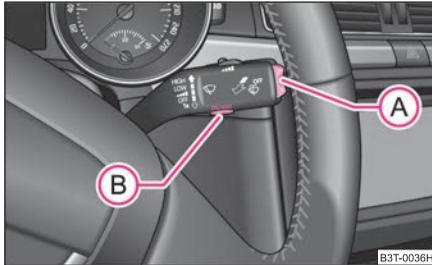

Abb. 10 Multifunktionsanzeige: Bedienelemente
- Drücken Sie die Taste (B) am Scheibenwischerhebel ⇒ Abb. 10 oder das Rändelrad (D) am Multifunktionslenkrad* ⇒ Seite 16, Abb. 7. Am Informationsdisplay* wird **Speed warning 50 km/h (Warnung bei 50 km/h)** angezeigt ⇒ Seite 18, Abb. 9.
Wenn Sie jetzt die eingestellte Geschwindigkeitsgrenze überschreiten, wird auf dem Display **Speed 50 km/h exceeded (Geschwindigkeit 50 km/h überschritten)** angezeigt. Diese Meldung wird so lange angezeigt, bis Sie die Geschwindigkeit unter die eingestellte Grenze reduzieren oder die Meldung ausschalten, durch Drücken der Taste (B) am Scheibenwischerhebel ⇒ Abb. 10 oder des Rändelrads (D) am Multifunktionslenkrad* ⇒ Seite 16, Abb. 7.